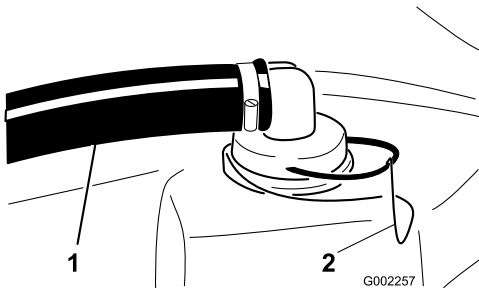

図 63
2. タンク上部の太いホースについている赤いフィッティングからリテーナを外す（図 63）。
3. タンクからホースを外す（図 63）。